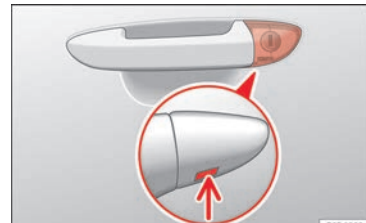

Fig. 3 Manilla de la puerta del conductor: bombín de cierre oculto.
- Introduzca el espadín en la abertura inferior de la tapa de la maneta de la puerta del conductor » » » fig. 3 (flecha) y retire la tapa de abajo hacia arriba.